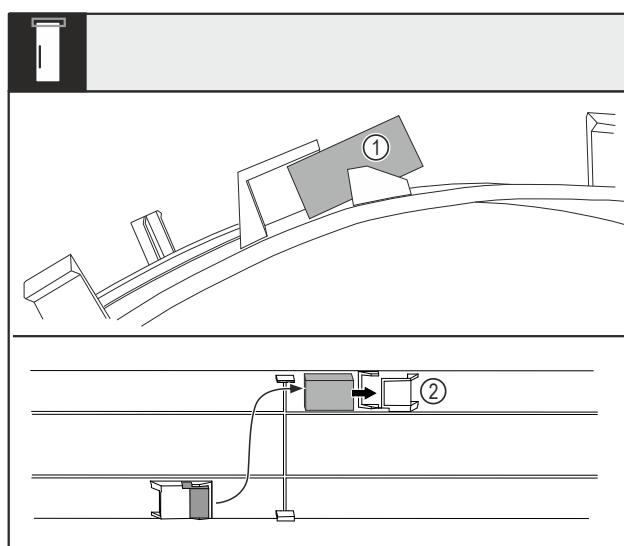

Fig. 15
- ▶ Doble la cubierta y extraiga el imán de la puerta Fig. 15 (1) de la cavidad.
- ▶ Inserte el imán de la puerta en la otra cavidad Fig. 15 (2).